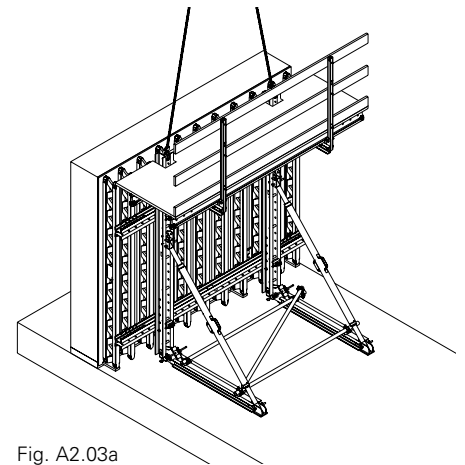

Fig. A2.03a
5. Con la gru, spostare la cassaforma e la piattaforma di getto vicino ai correnti di partenza (19).
7. Regolare la lunghezza S sui due puntoni (8).
- al corrente di partenza, in basso (19).
9. Avvitare le vite di ancoraggio PERI MMS 14/20 x 130 (28) alla fine del corrente di partenza.
11. Avvitare i puntoni (8) finché la cassaforma non raggiunge la verticale.
12. Fissare i tubi per impalcatura (5.3) ai correnti di partenza con giunti orientabili (22). (Fig. A2.03a)